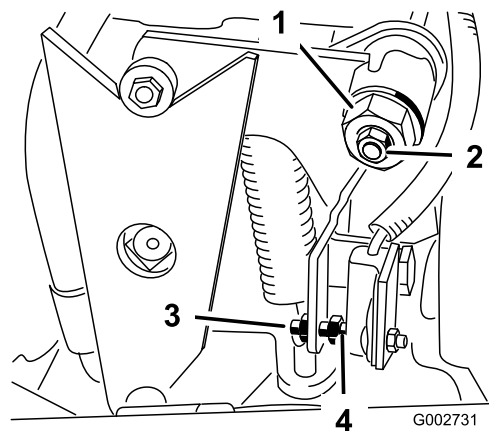

Figure 33
4. Desserrez le contre-écrou de la came de réglage de transmission (Figure 33).
5. Mettez le moteur en marche et tournez l'hexagone de la came (Figure 33) dans un sens puis dans l'autre pour déterminer la position centrale de la course de réglage du point mort.
- Ajustez la vis jusqu'à obtenir un écartement de $1,5 \text{ mm} \pm 0,8 \text{ mm}$ (Figure 33).